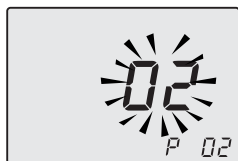

Рисунок 9.18
- Нажмите кнопку 17, чтобы перейти к параметру **P02** и вывести на дисплей соответствующее заданное значение: **02**= контроль сгорания GARC (Рисунок 9.18).